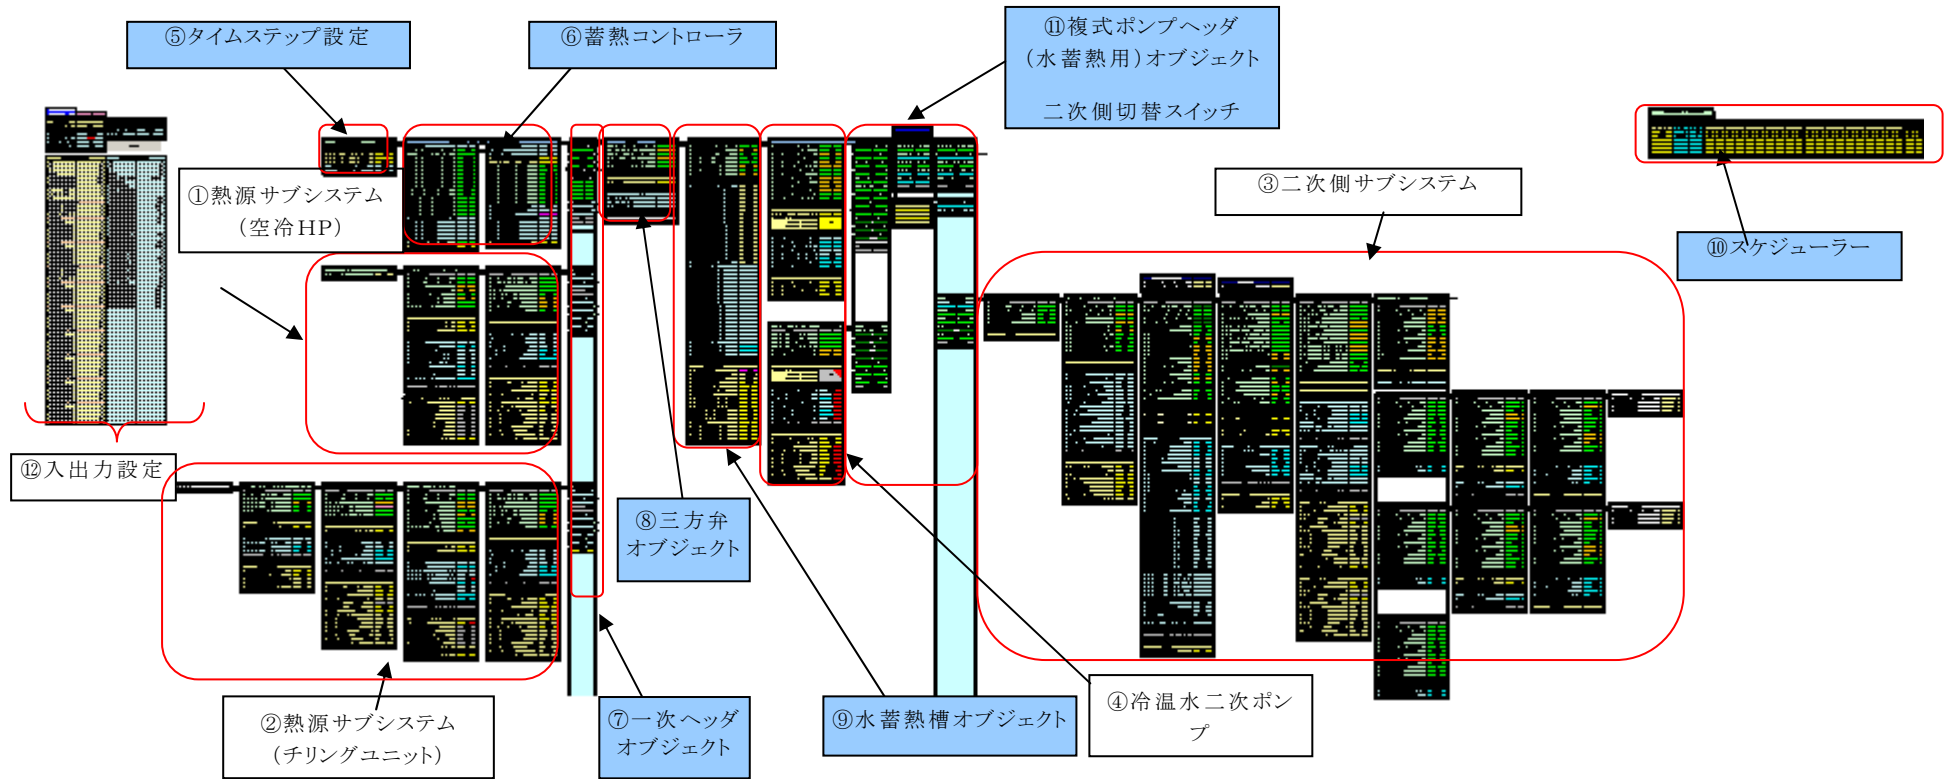

図 6.2 構築シートの全体構成
② モデル化の手順
(2)熱源サブシステム、二次側サブシステムの構築(図 6.2 の①、②、③、④)
(3)蓄熱槽、冷温水最大流量の設定(図 6.2 の⑤タイムステップ設定)